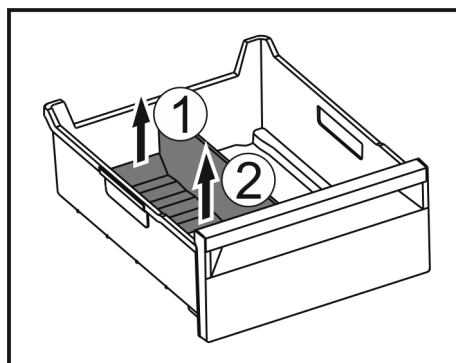

Fig. 186
- Soulever la partie arrière du séparateur de congélateur. Fig. 186 (1)
- Retirer le séparateur de congélateur par le haut. Fig. 186 (2)